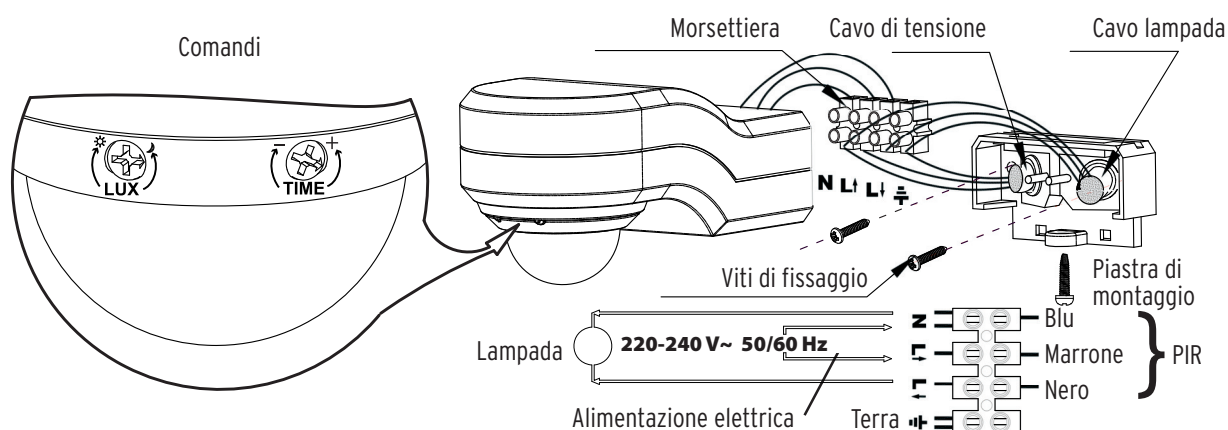

Fig. 2
INSTALLAZIONE (vedi anche fig.2)**IMPORTANTE:**
8. Collegare il cavo di rete e quello della lampada alla morsettiera (vedi fig. 2).
**COMPRESIONE DEI COMANDI (v.fig.2)****REGOLAZIONE DELLA DURATA DI ILLUMINAZIONE:**